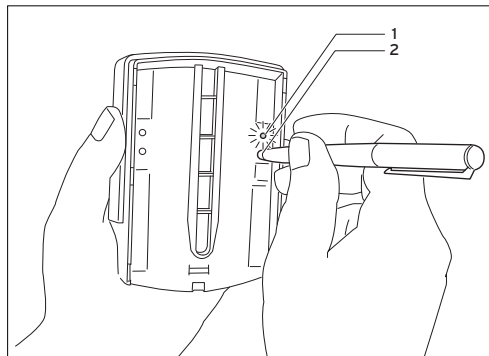

Abb. 3.6 Funkaußenfühler in Betrieb nehmen
⇒ Aktivieren Sie den Funkaußenfühler, indem Sie auf der Rückseite rechts den Taster (2, Abb. 3.6) z. B. mit
einem Stift betätigen. Die grüne LED (1, Abb. 3.6) blitzt für 2 bis 30 Sekunden.
- ⇒ Ziehen Sie den Funkregler vom Wandschalter ab. Führen Sie dazu einen Schraubendreher in die beiden Rastlaschen ein (siehe Abb. 3.6 Pfeile).